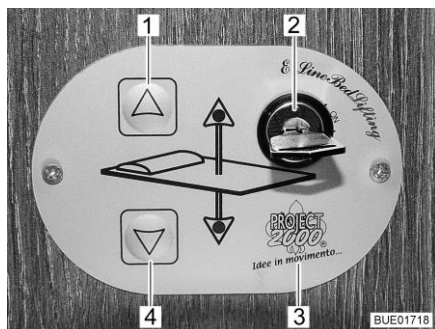

Bild 110 Kontrollenhet
- Vrid nyckeln i nyckelbrytaren (Bild 110,2) 90° medurs. Kontrollenheten (Bild 110,3) är aktiverad.
- Tryck på pilknappen (Bild 110,4) och håll den så länge intryckt till den höjbara sängen sänks ned till önskad position.
- Tryck på pilknappen (Bild 110,1) och håll den så länge intryckt till den höjbara sängen lyfts fram till gränsställningen.
Om den höjbara sängen inte längre går att flytta med pilknapparna (Bild 110,1 och 4), kontrollera först säkringen (se avsnittet 9.10.1). Om säkringen är OK och den höjbara sängen ändå inte kan röras, manövrera den höjbara sängen manuellt.